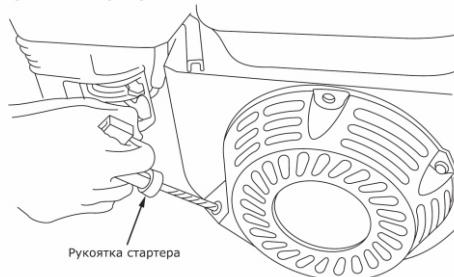

Рисунок 11
- Запустите двигатель, потянув за рукоятку ручного стартера (Рисунок 11). ВНИМАНИЕ! При вытягивании шнура может создаваться отдача. Для моделей с электрическим стартером нажмите клавишу переключатель (положение ПУСК). Отпустите выключатель после запуска двигателя.